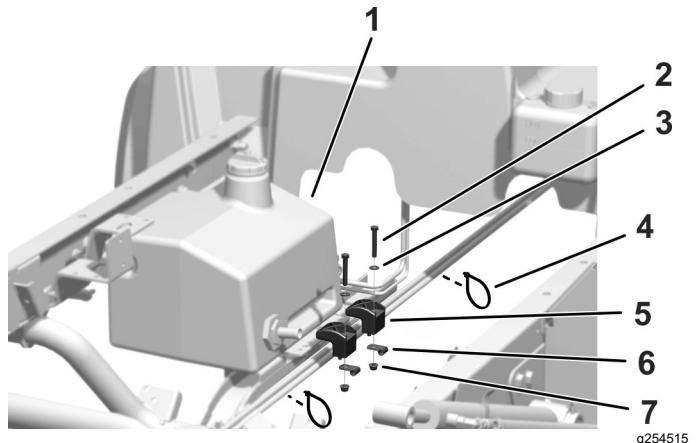

Figure 9
3. Fixez les câbles en place avec les 2 serre-câbles (Figure 9).
2. Fixez le bas du réservoir hydraulique au renfort de châssis à l'aide de 2 colliers de réservoir, 2 petits colliers en P, 2 vis (5/16" x 2"), 2 rondelles plates (11/32") et 2 écrous à embase (5/16"), comme illustré Figure 9.